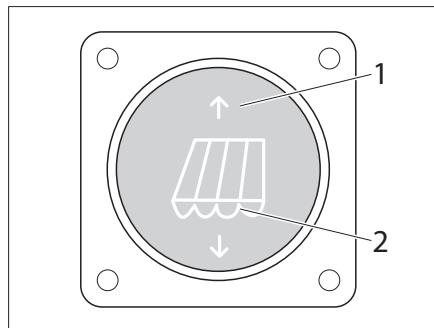
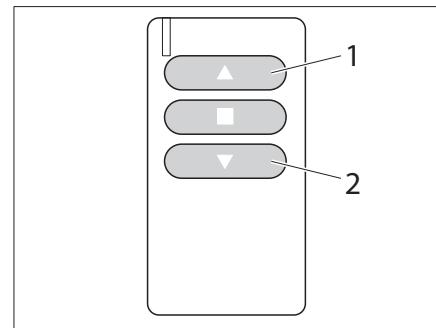

Fig. 42 Interruptor para el toldillo, eléctrico
Fig. 43 Mando para el toldillo, eléctrico
El toldillo también está disponible en versión eléctrica. El control se realiza a través del interruptor (Fig. 42) o a través de un mando (Fig. 43).
- Presionar la tecla (Fig. 42/1) o tecla (Fig. 43/1). El toldillo se retrae.
- Presionar la tecla (Fig. 42/2) o tecla (Fig. 43/2). El toldillo se extiende.